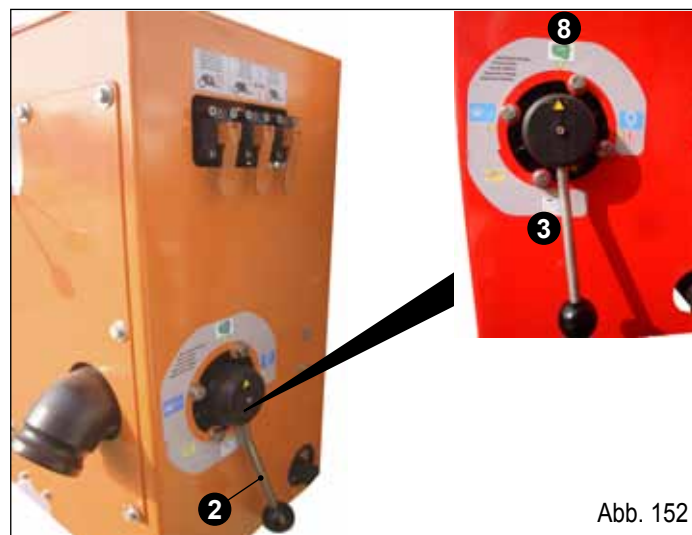

Abb. 152
- Drehen Sie den Ansaug-Wechselschalter (2) in Position (3) KREISLAUFREINIGUNG (Abb. 152).